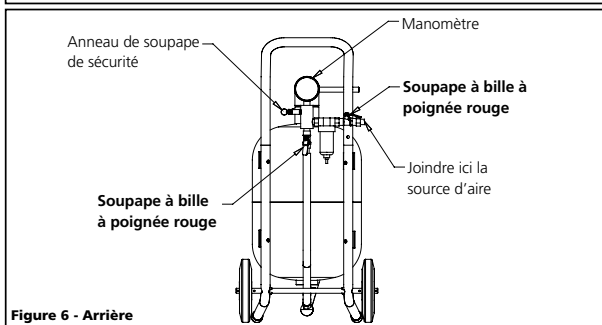

Figure 6 - Arrière
- Ouvrir la soupape à bille à poignée rouge à l'arrière du réservoir. Ceci permet l'entrée de l'air comprimé dans le tuyau de matériel et le pistolet de décapage (voir figure 6).